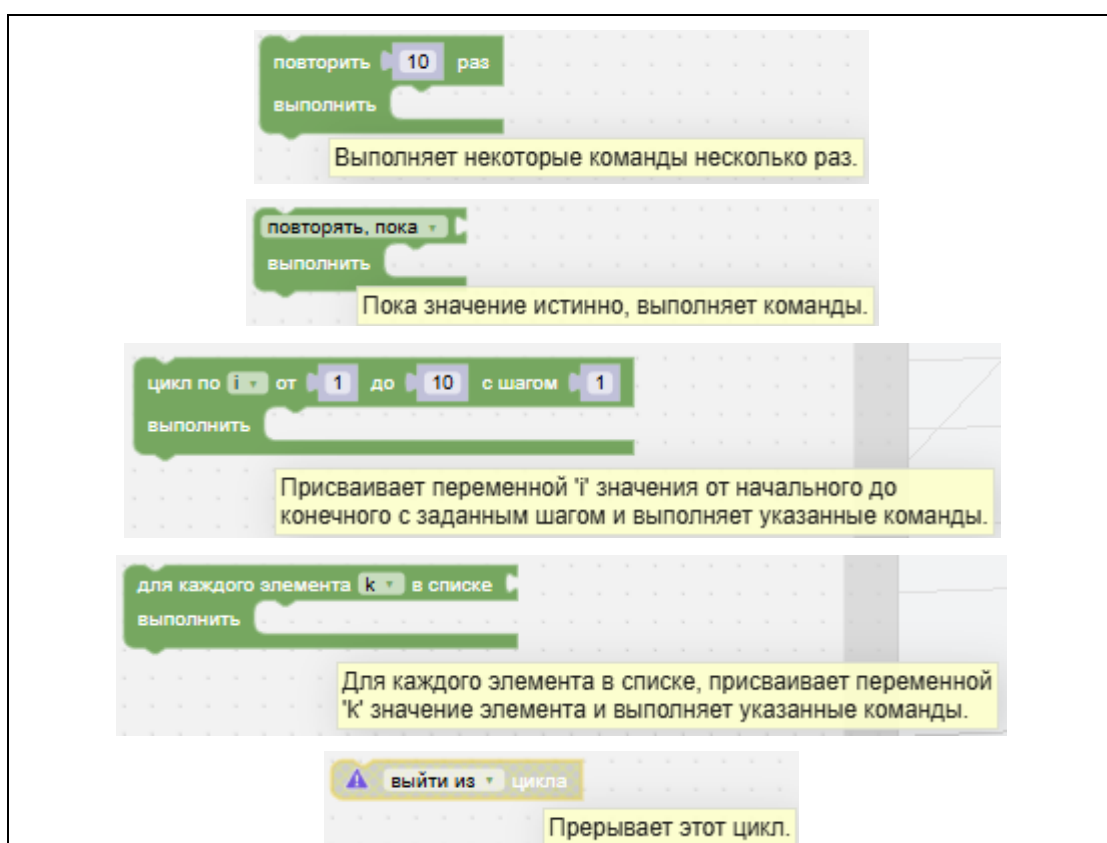

Рисунок II-23 – Блоки «Циклы»
5. Блоки «Циклы» – многократное повторение определенных действий (команд) (см. Рисунок II-23).